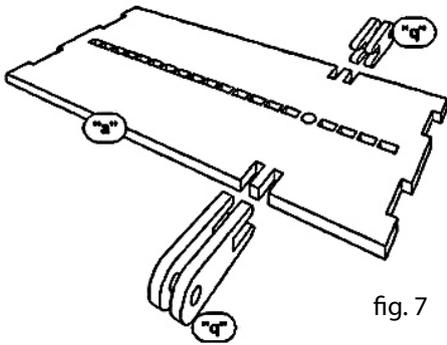

fig. 7
Prendere l'elemento singolo "b" (piano superiore della scatola), liberare i 4 elementi "q" (insieme "D") ed incollarli al piano "b" come da fig. 7, 8 e successive.
2. Take the single element "b" (upper plane of the box), free up the 4 "q" elements (SET "D") and glue them to the "b" plane as shown in Fig. 7 and 8 (and following).